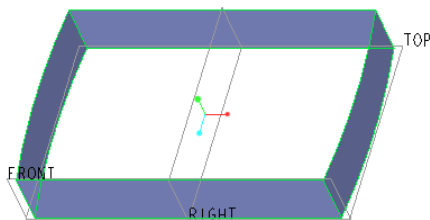

图 7-147 创建拉伸曲面
- 7 单击“完成”按钮 ，创建的拉伸曲面如图 7-147 所示。